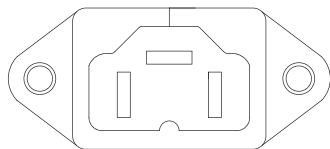

Figura 4-16
3. Priza încărcătorului (vezi Figura 4-16). Pentru încărcare, introduceți conectorul încărcătorului în priza de încărcare a bateriei. Procedura de încărcare: